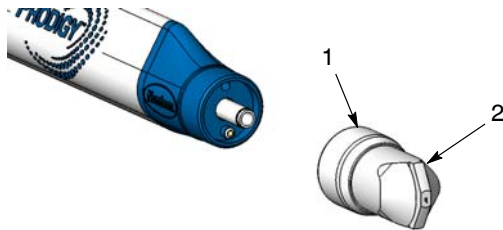

Abb. 20 Düse abnehmen
1. Siehe Abbildung 20. Haltemutter (1) und Düse (2) abnehmen.
4. Siehe Abbildung 20. Die Düse von der Sprühpistole abnehmen, um Beschädigungen bei der Arbeit zu vermeiden.
9. Siehe Abbildung 20. Die Düse (2) installieren und die Haltemutter (1) festziehen.